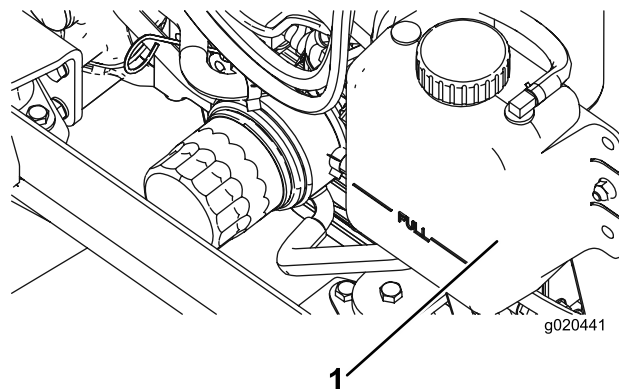

Рисунок 88
1. Осторожно снимите крышку радиатора и крышку расширительного бачка (Рисунок 88).